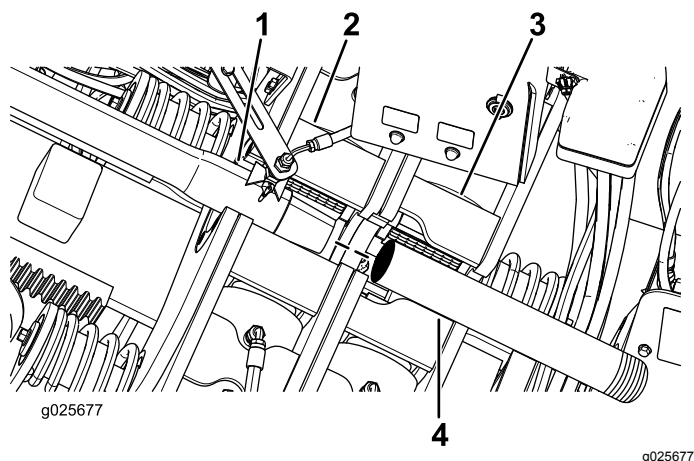

Figure 60
2. Insérez la barre avant dans la clé inférieure (fixe), comme montré à la Figure 60.